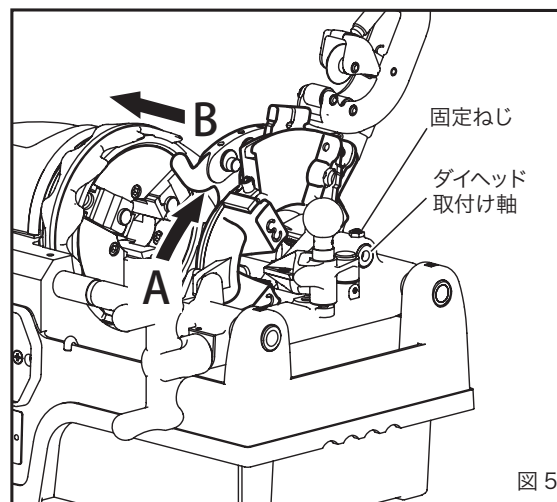

図 5
4. ダイヘッドの取付け、取外し (図 5)
- ①往復台にある固定ねじをゆるめてください。
- ②ダイヘッドを A 方向に少し上げ、B 方向にそのまま引抜きます。カッターと干渉する場合はカッターを上動かしてください。
- ①取り外し方と逆の手順で取り付けてください。
- ②固定ねじを取付け軸に当たるまでねじ込み、 $\frac{1}{2}$ 回転戻してからナットでロックしてください。
- ③ダイヘッドがスムーズに回転することを確認してください。